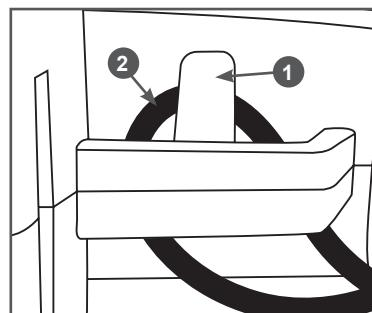

Рис. 9 Фиксация кабеля удлинителя
- 3. Подключите устройство к удлинителю. Для предотвращения случайного отсоединения вилки сетевого кабеля от разъема удлинителя, на корпусе устройства в районе задней рукоятки предусмотрен крючок 1 фиксации кабеля удлинителя (Рис. 9).